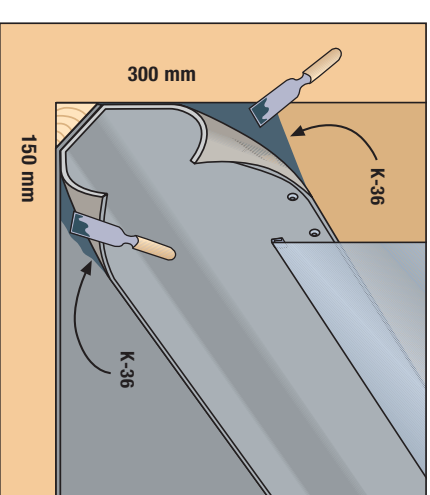

Bild 14
8. Skorsten (**bild 13**) och andra genomskärningar (**bild 14**)